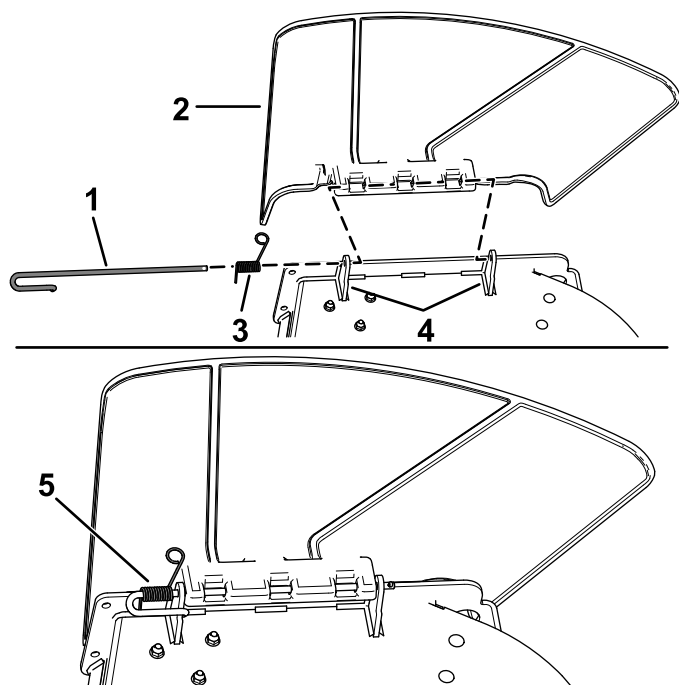

Figura 65
- Desenganche el muelle de la muesca del soporte del deflector, y retire la varilla de los soportes soldados de carcasa, el muelle y el deflector de descarga (Figura 65).